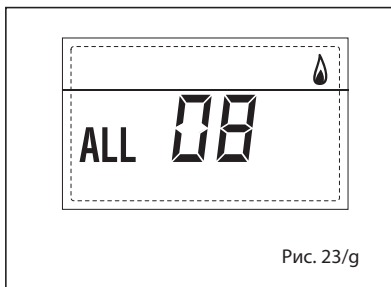

Рис. 23/g
– **НЕПОЛАДКА ЦИРКУЛЯЦИИ ВОДЫ, «ТРЕВ. 09» (рис. 23/h)**